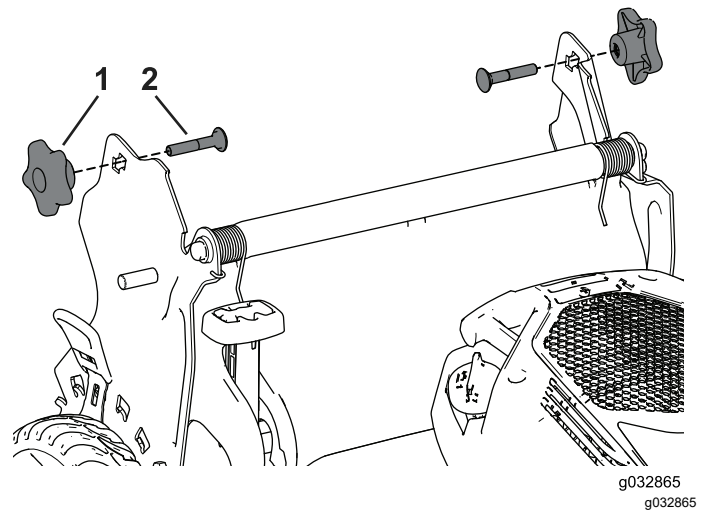

Figura 24
4. Introduzca el perno de cuello cuadrado (con la cabeza del perno en el interior) por el soporte del manillar y el orificio superior del extremo del manillar. Asegúrese de que los bordes cuadrados de los pernos de cuello cuadrado encajan en el taladro cuadrado del soporte del manillar correspondiente (Figura 24).